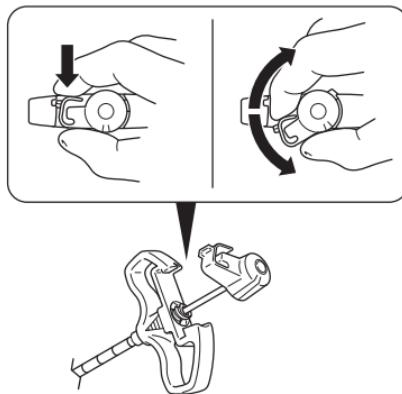

Figura 2 - Retire o estilete da cânula de acesso
- Desbloqueie e remova o estilete da cânula de acesso (figura 2).